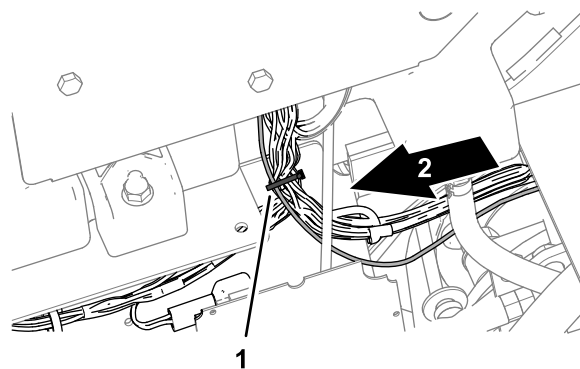

Figura 17
1. Nella copertura del quadro di comando, fissate il cablaggio di alimentazione al cablaggio preassemblato della macchina con una fascetta per cavi, come illustrato nella Figura 17.